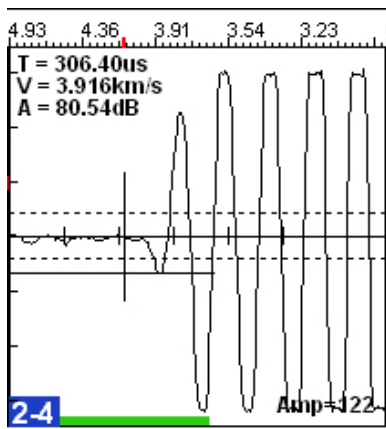

图 3.2.4 测点波形
- 2、**单道波形区**用于显示各剖面当前测点的波形及声参量，如图 3.2.4 所示。